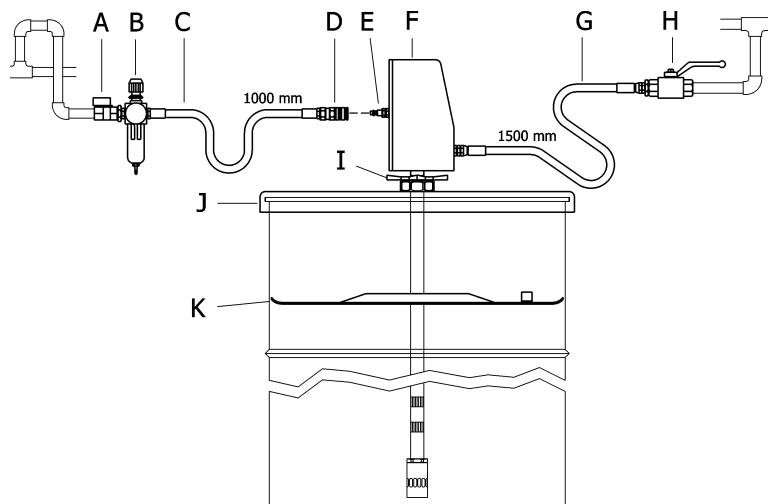

Fig. 3
See figure 3 for a typical installation with all the recommended accessories for the pump to function properly.
La figure 3 nous présente à titre informatif une installation type dotée de tous les éléments recommandés pour son bon fonctionnement.
5. Slide an open end wrench over the flats of the lower part of the air piston (36) and unscrew the nut (59) and remove the washer (58) (fig. 3).